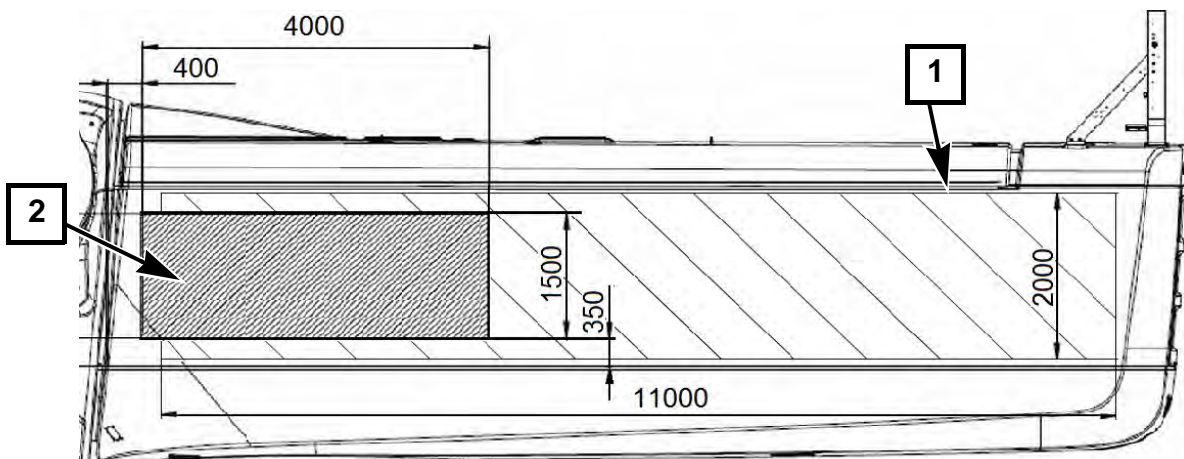

Abb. 6 Position und Größe für Kundenlogo an K08 delta Anlagen
- Für Gestaltung der Delta-Anlage und bei Gesamtbauwerkshöhe >150 m, Gestaltungsfläche von 1500 x 4000 mm pro Gondelseite, siehe Abb.6